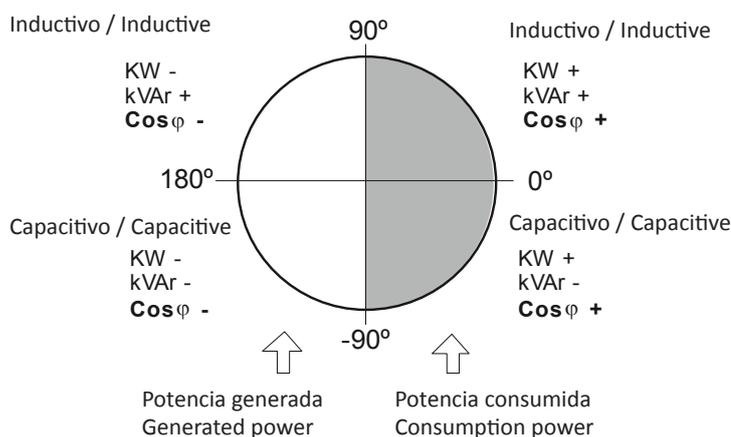

Figura 2: Signos en las medidas de 4 cuadrantes
- **Control en cuatro cuadrantes** (ver **Figura 2**), con indicación de los escalones conectados, indicación de $\cos \phi$, signo de la potencia y signo de la potencia reactiva (inductivo \sim o capacitivo \cap).